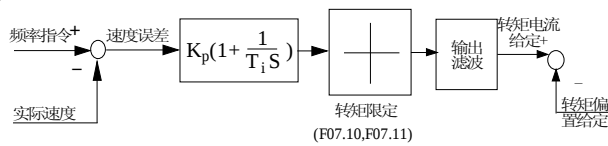

图6-31 速度调节器简化图
1. 速度调节器（ASR）的构成如图 6-31 所示。图中 K_p 为比例增益 P， T_i 为积分时间 I。